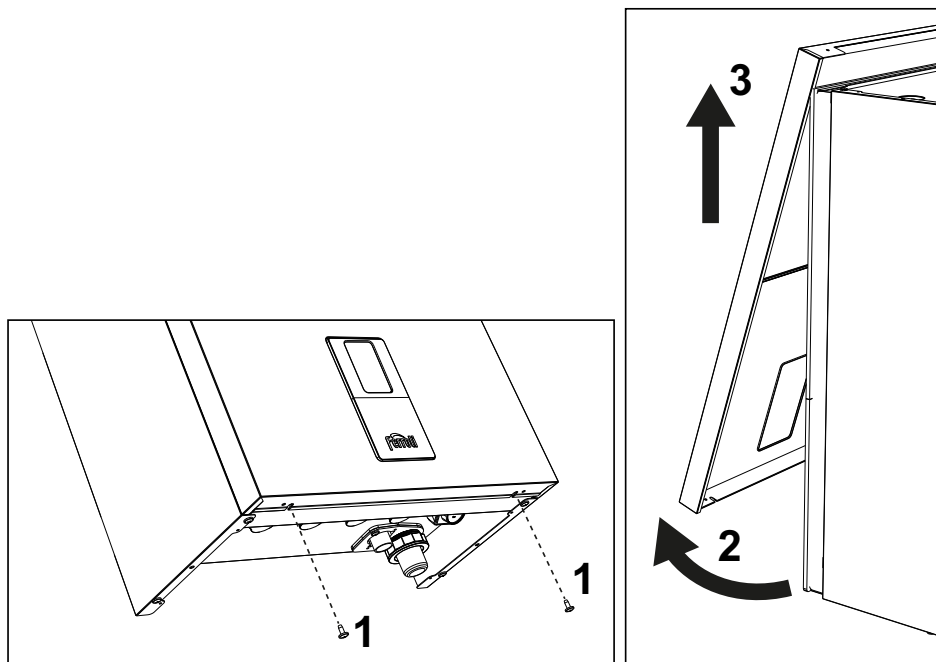

fig. 40- Openen van het voorpaneel
1. Draai de schroeven "1" los (zie fig. 40).